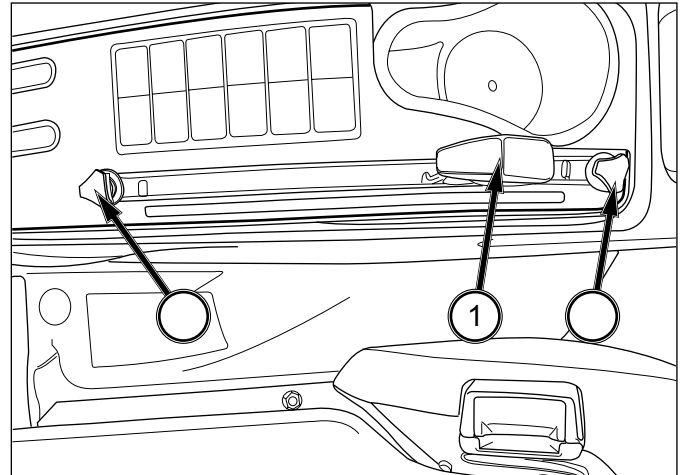

FIG. 4-26
FIG. 4-26: La commande de position maintient la position du crochet d'attelage à une hauteur constante par rapport au tracteur. En déplaçant le levier (1) vers l'arrière, le crochet d'attelage et l'équipement sont relevés. En déplaçant le levier vers l'avant, vous abaissez le crochet d'attelage à la position voulue. Chaque réglage du levier donne une position spécifique du crochet d'attelage et de l'équipement.
FIG. 4-26: Pour commencer à travailler, alignez le tracteur et l'équipement sur le terrain et déplacez le levier de commande (1) vers le bas (pour abaisser l'équipement). Réglez la hauteur de l'équipement avec le levier de position et réglez les butées (2) et (3) à votre convenance. Pour tourner, déplacez le levier de position vers l'arrière pour lever l'équipement avant de tourner. Ramenez l'équipement à sa position de travail en ramenant le levier de position à sa position antérieure contre la butée. À la fin du travail, pour vous déplacer, amenez le levier de position complètement vers l'arrière de la glissière.